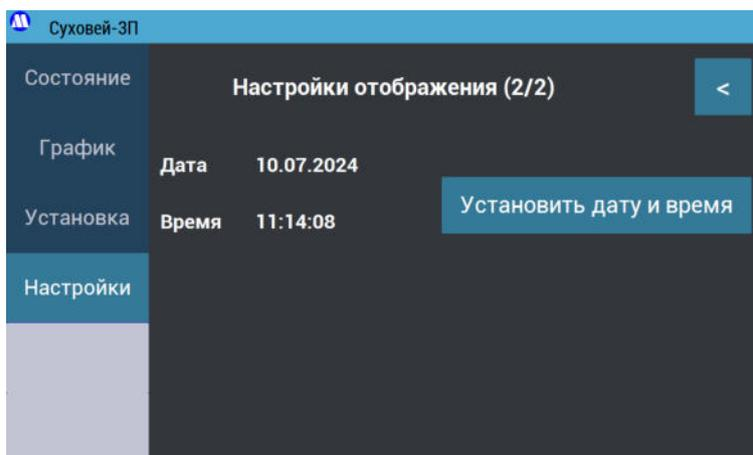

Рисунок 20 – Экран «Настройки отображения», страница 2.
7.2.10.2. Для доступа ко второй странице экрана «Настройка отображения» нажмите на стрелку в правом верхнем углу. На второй странице экрана «Настройка отображения» есть возможность просмотра и установки текущего времени генератора (Рисунок 20).